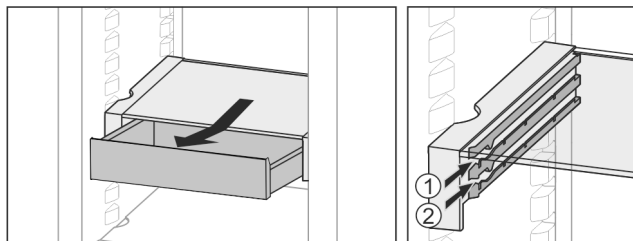

Fig. 28
- На любой высоте Fig. 28 (1) или Fig. 28 (2) вставьте.